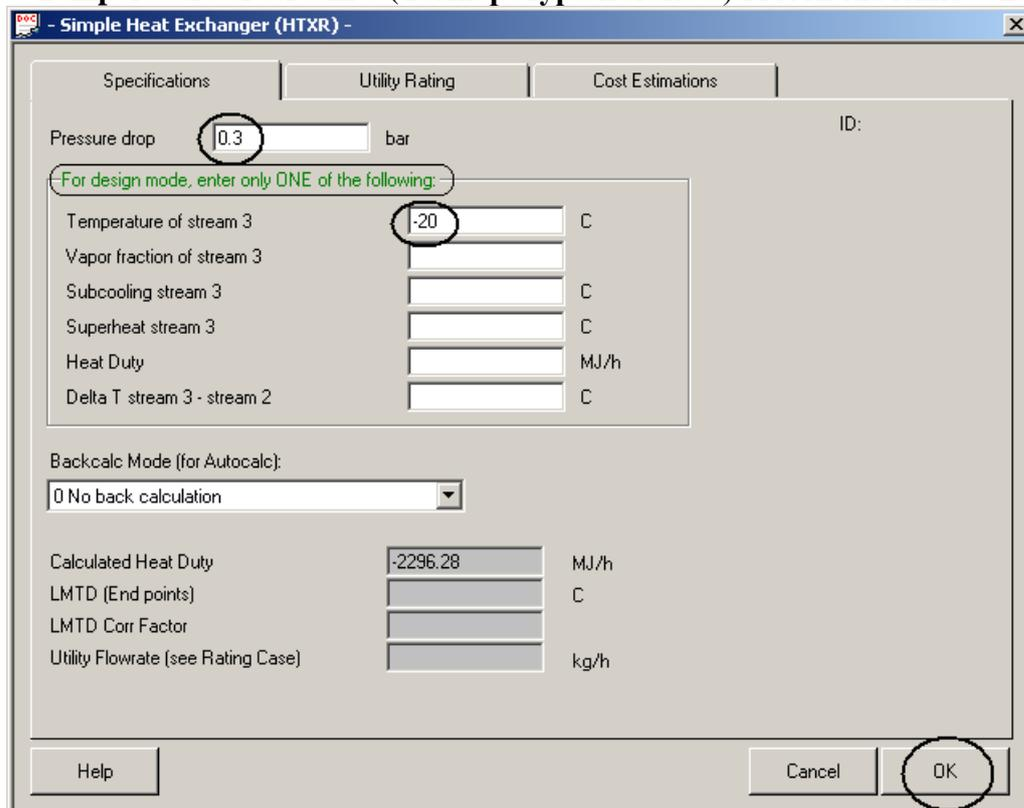

Рис. 2. Настройка теплообменника ID №3.
4. Для теплообменника №3. (См. Рис. 2). Выбрать раздел **Specifications** (Спецификации), в поле **Pressure Drop** ввести значение перепада давления, равное **0.3** бар (bar), в поле **Temperature of stream 3** (Температура потока 3) ввести значение **-20.0**°C.